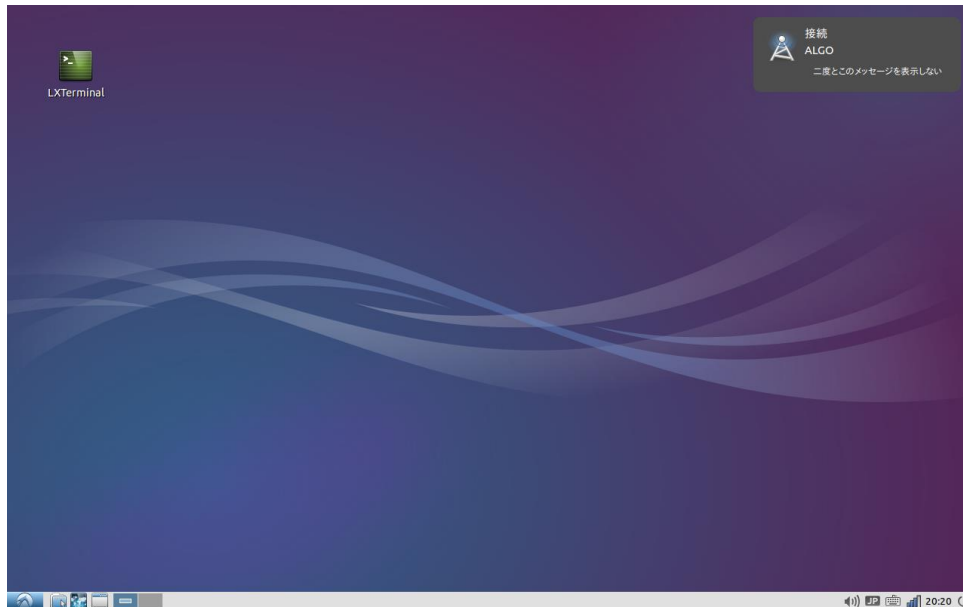

図 2-5-3. 接続成功
- ③接続に成功すると、図 2-5-3 のように、デスクトップ右下のネットワークアイコンがからに変化し、画面右上に接続成功の表示が現れます。（通信状況によってネットワークアイコンは変化します。）